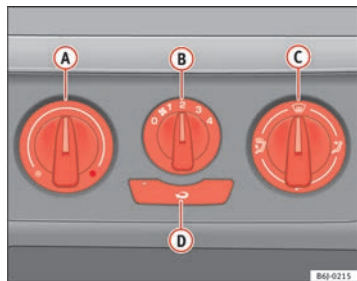

Abb. 88 In der Instrumententafel: Bedienelemente der Heizung
- Mit den Reglern **A** und **C** und dem Schalter **B** ⇒ Abb. 88 werden die Temperatur, die Luftverteilung und die Gebläsestufen eingestellt.